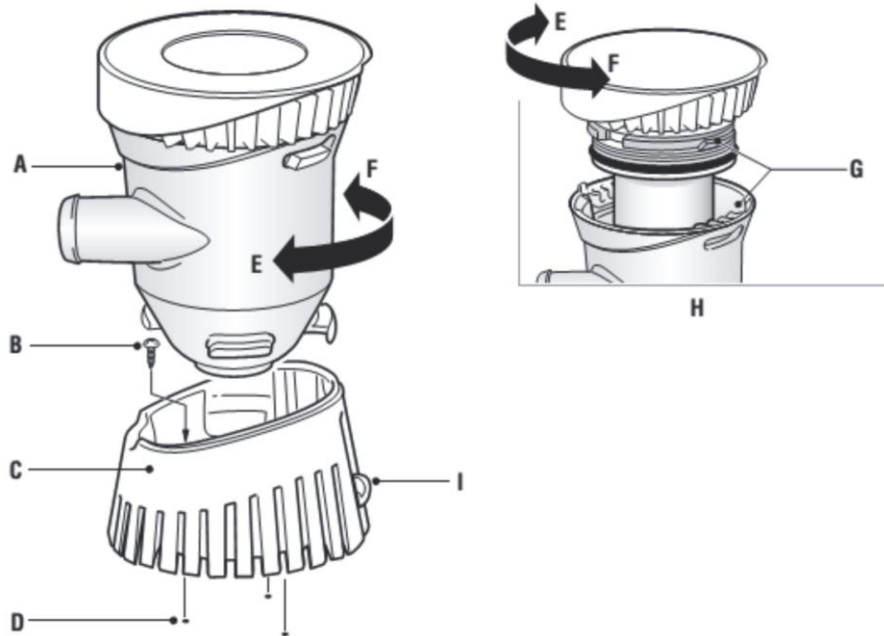

Рис. 2
5. Установите корпус помпы на базу, поворотом зафиксировав ее (Рис. 2).
2. Снимите корпус помпы с базы – фильтра и убедитесь, что крыльчатка насоса не повреждена и не засорена (Рис. 2).
1. Удерживая картридж, нажмите кнопку блокировки (G) и поверните его против часовой стрелки (E-F), (Рис.2).
4. Установите новый картридж, в корпус насоса, поворачивая его по часовой стрелке пока не услышите щелчок фиксатора (Рис. 2).